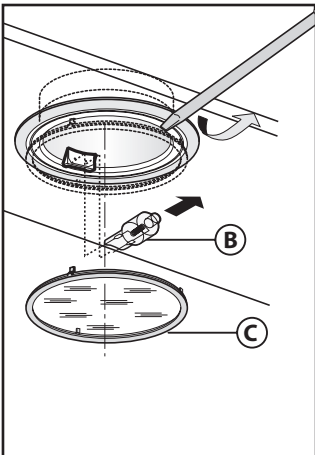

Fig.6
• Udskiftning af halogenpærer (Fig.6):